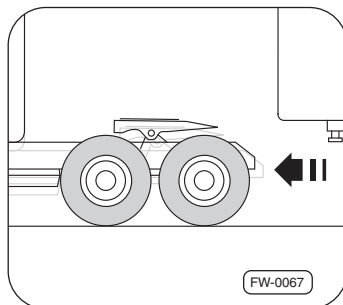

Рис. 14 · Как отогнать седельный тягач от седельного прицепа
5. **Медленно и прямо** выведите седельный тягач из-под седельного прицепа ⇒рис. 14.